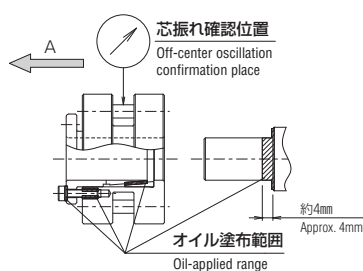
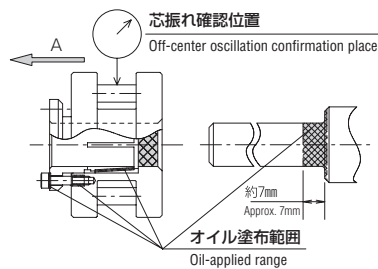

図1 Fig.1
図3 Fig.3
- 軸のローラピニオンと直接接触する部分と、締結具各テーパ接触部、ロックボルトネジ部、頭部座面に、オイル又はグリスを軽く塗布して下さい。(図1、3、5)
Lightly apply oil or grease to shaft which directly contacts with roller pinion, tapered area of clamping tool, screwed area and head seat of lock bolt (Fig. 1, 3 and 5).
芯振れはローラピニオンのローラ部の回転時の振れ量を確認して下さい。(図1、3、5 P.29 取付精度表参照)
Confirm off-center oscillation between roller pinion and shaft during operation (Fig. 1, 3 and 5 refer to list of mounting precision P.29).
- ロックボルト締め付け時、ローラピニオンは、図1・図3矢印A方向へ、若干移動します。カムラック側面との干渉に注意して下さい。(CPA1010B～CPA3212B、CPC3212A、CPS1610A～CPS2510A対象)
Since the roller pinion moves slightly in the arrow A direction of Figs. 1 and 3 when the lock bolts are fastened, watch out the roller pinion for the interference with the gear side (for CPA1010B to CPA3212B, CPC3212A, and CPS1610A to CPS2510A types).